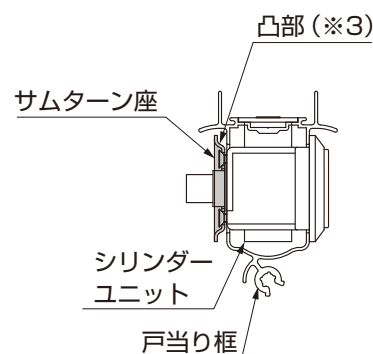

図1-26
- サムターン座の凸部（※3）が戸当たり枠側にあることを確認してください。（図1-26参照）逆に取付いてる場合はサムターンつまみが引き違い網戸本体と干渉する場合があります。